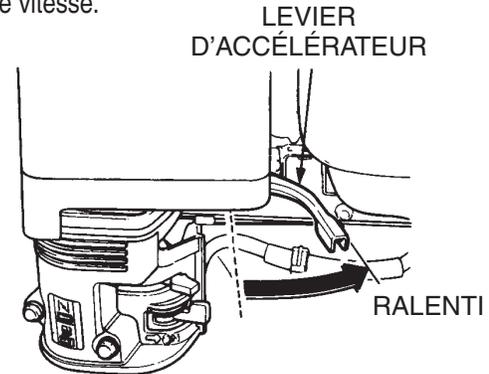

Figure 20. Levier de papillon (position de ralenti)
1. Déplacer le levier du starter à la position de **ralenti** (Figure 20) et faire tourner le moteur pendant trois minutes à faible vitesse.